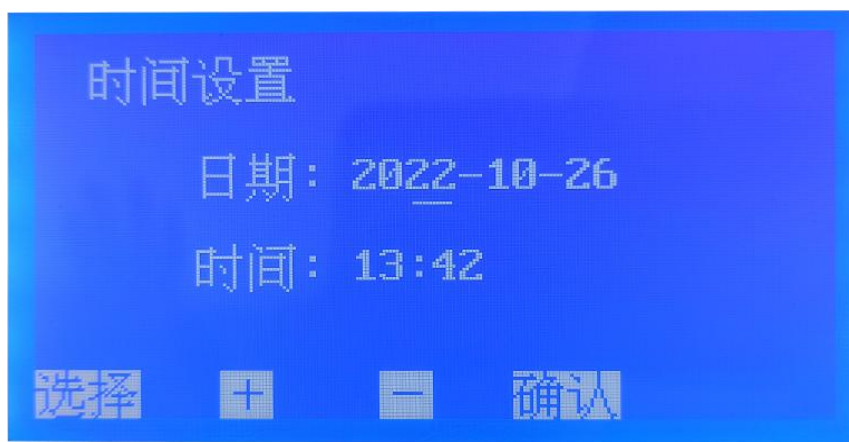

图 6. 时间设置子页面
5. 在图 2 页面下，按选择键移动光标√至时间设置处，按确认键即可进入时间设置子页面（图 6）。
6. 在图 2 页面下，按选择键移动光标√至自定义设置处，按确认键即可进入自定义设置子页面（图 6）；